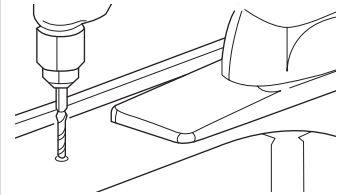

Figura 8.
b. Barrena el orificio marcado por medio de un taladro con broca de 1/4"; esta operación deberá ser intermitente para evitar el sobrecalentamiento de la broca (ver Figura 8).